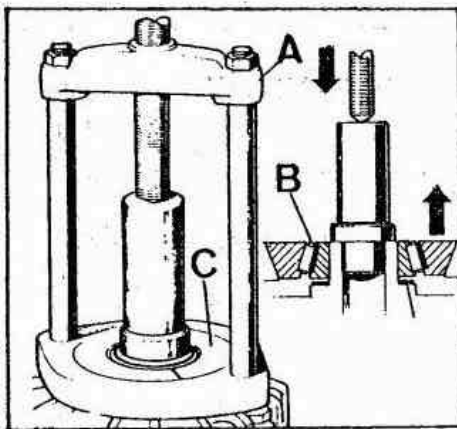

Fig. E-77 Desmontaje de los cojinetes del diferencial
- 1.12. Para desmontar los cojinetes, B (Fig. E-77), se utilizará el útil (191654), C y la prensa de husillo (191647), A.